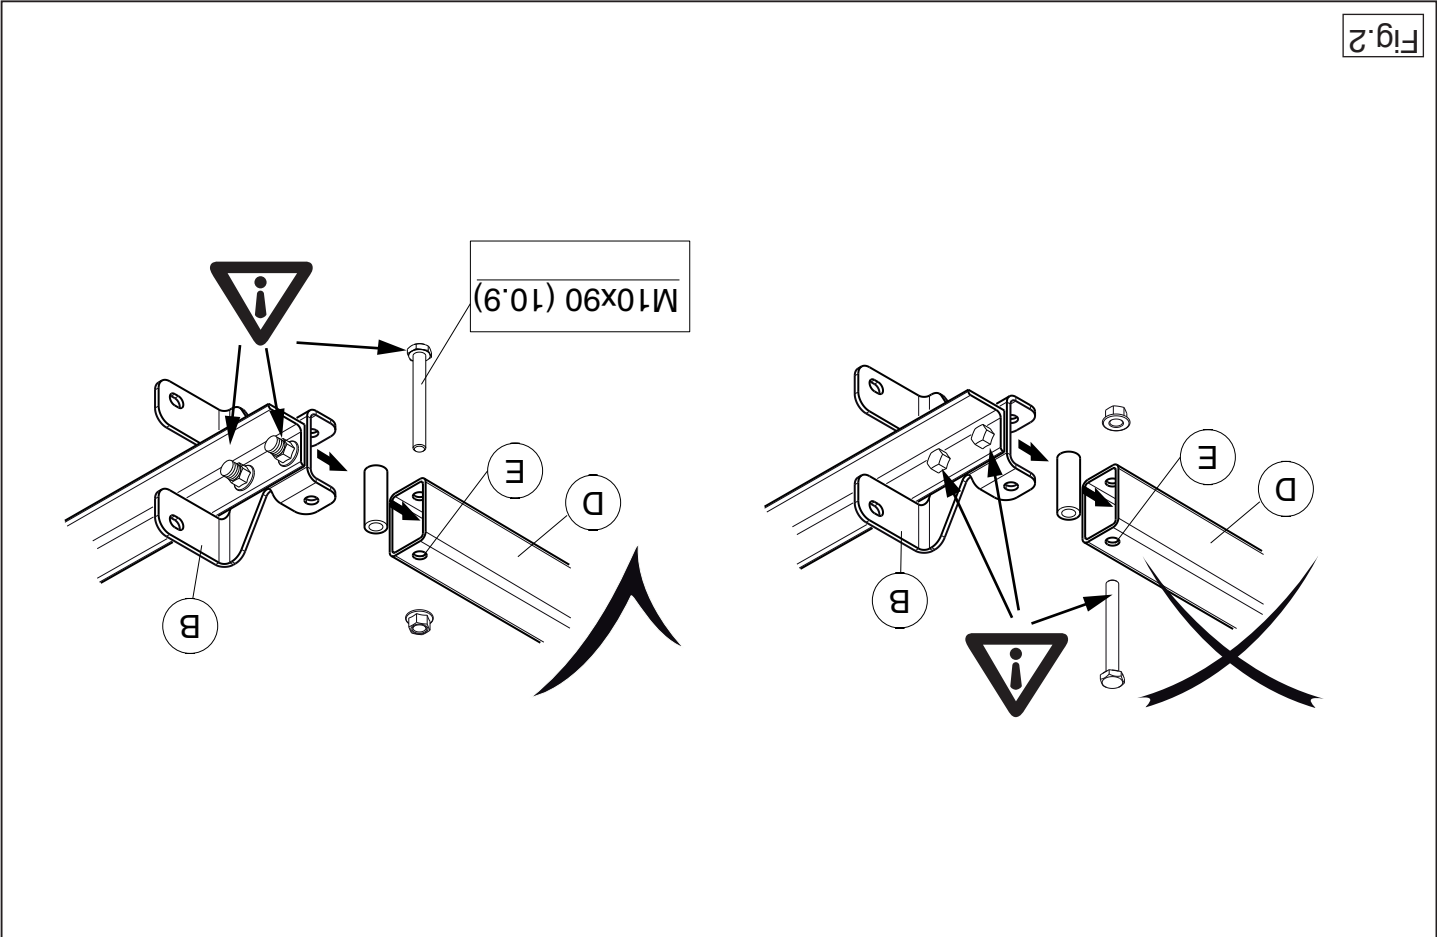

Fig.2
5. Fit the cross beam D between supports A and B at points E and fit the whole thing finger-tight. See figure 2.
5. Den Querträger D zwischen den Halterungen A und B bei den Punkten E halbfest anbringen. Siehe Abbildung 2.